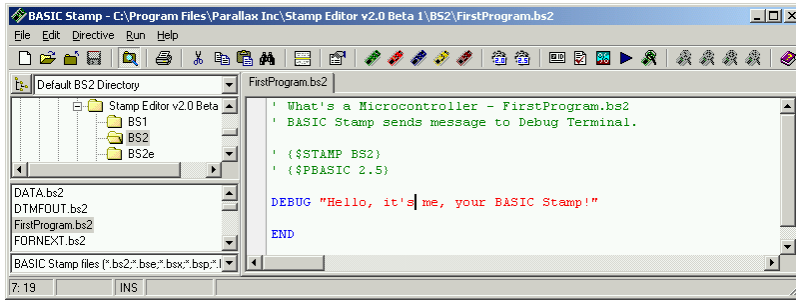

Figura 1-36
- √ Digitare questo programma nell'Editor del BASIC Stamp come mostrato in Figura 1-36.